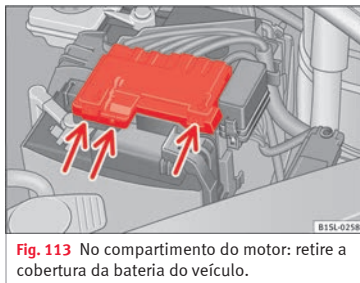

Fig. 113 No compartimento do motor: retire a cobertura da bateria do veículo.
- Pressione as patilhas » **Fig. 113** (setas) no sentido das setas e retire a cobertura da bateria para cima.